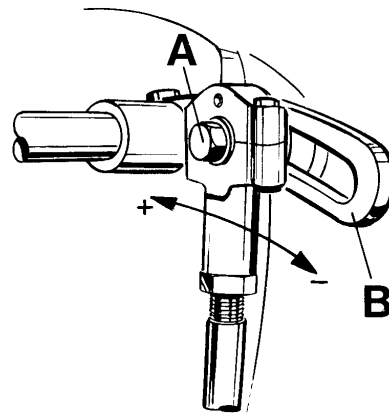

Fig. 20
For matching the upper feed dog travel with the lower feed dog travel loosen screw (A, Fig. 20). Moving the ball link in the slot of rocker lever (B) to the front decreases the upper feed dog travel, moving it to the rear increases the travel. Retighten screw (A).
Zum Angleichen des Obertransportwegs an den Weg des unteren Transporteurs lösen Sie die Schraube (A, Fig. 20). Verschieben des Kugelgelenks im Kulissenhebel (B) nach vorne verkleinert den Obertransportweg, Verschieben nach hinten vergrößert ihn. Ziehen Sie die Schraube (A) wieder an.